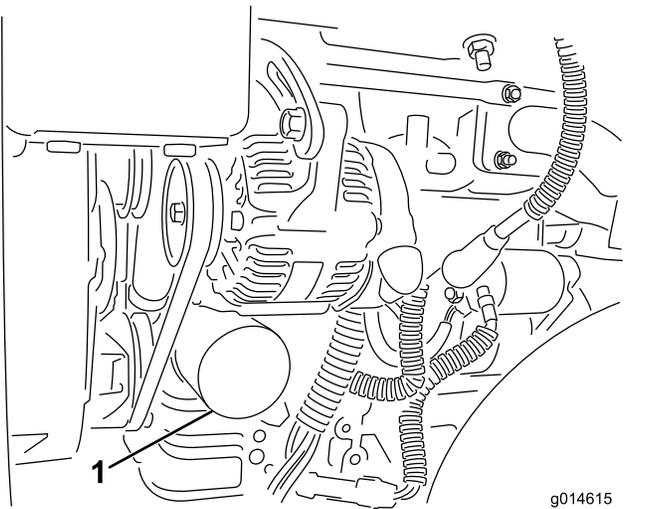

Рисунок 34
2. Снимите масляный фильтр (Рисунок 34). Нанесите тонкий слой чистого масла на прокладку нового фильтра.